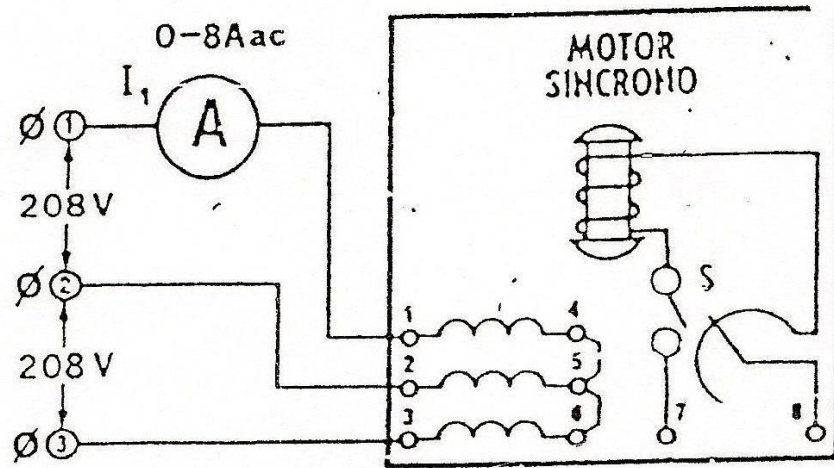

Figura 1
4. Conecte el circuito ilustrado en la figura 1, utilizando los módulos EMS de motor síncrono/generador, fuente de alimentación y medición de c-a. Observe que los tres devanados, del estator están conectados en estrella a la salida trifásica fija de 208 V de la fuente de alimentación, terminales 1, 2 y 3.